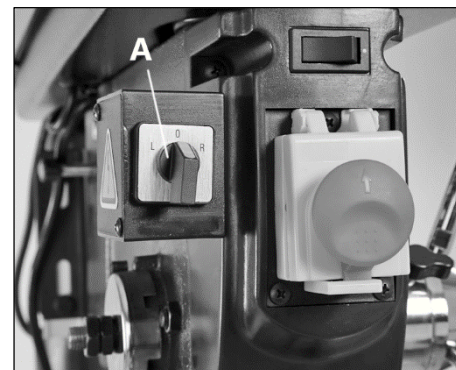

Рисунок 17.
Сначала отключите станок и установите соответствующий режущий инструмент. Затем установите переключатель (А) (рис. 17) в нужное положение. Всего положений три: (L) – вращение против часовой стрелки, (R) – вращение, (0) – положение отключения магнитного пускателя. Затем включите станок.